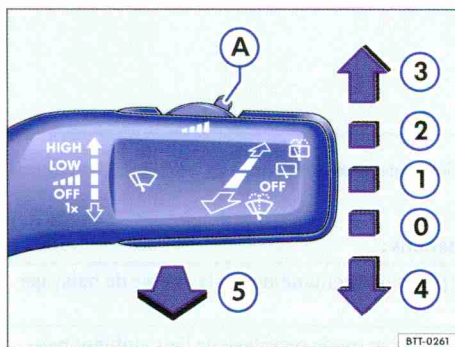

Fig. 77 Commande de l'essuie-glace du pare-brise.
- Appuyez brièvement vers le bas sur le levier d'essuie-glace \Rightarrow page 121, fig. 77 .